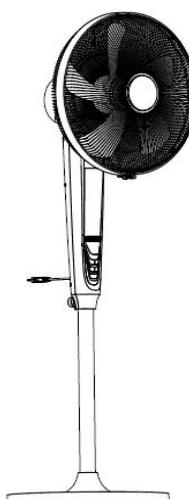

Рис. 6
- F. Зібраний вентилятор встановіть у вертикальне положення та під'єднайте кабель живлення до мережі. Користуйтесь приладом відповідно до інструкції з експлуатації (Рис. 6).